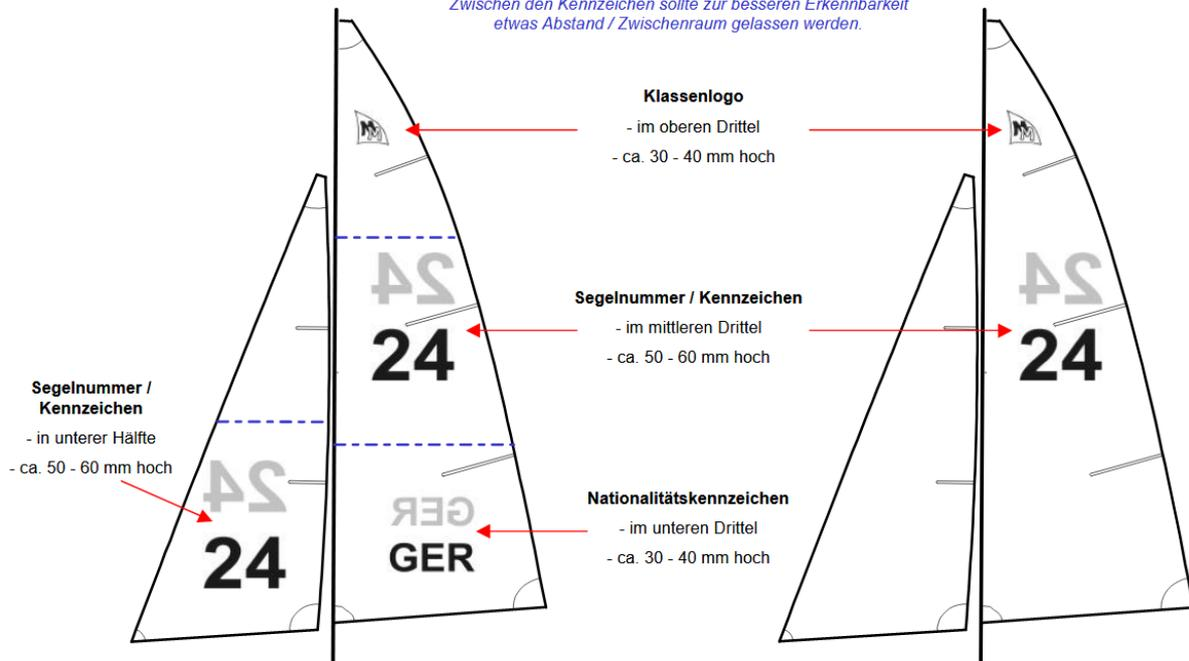

Abbildung 6: Position und Größe von Segelnummer und Klassenzeichen
- 5.4 Das Großsegel muss eine von der Klassenvereinigung vergebene Segelnummer und Länderbezeichnung aufweisen. Die Mindesthöhe der Segelnummer beträgt 60 mm und die Breite 8 mm. Die minimale Buchstabenhöhe beträgt 40 mm und die Breite 6 mm. Buchstaben und Zahlen sollten eine gute Kontrastfarbe haben und vollständig ausgefüllt sein. (Abbildung 6)